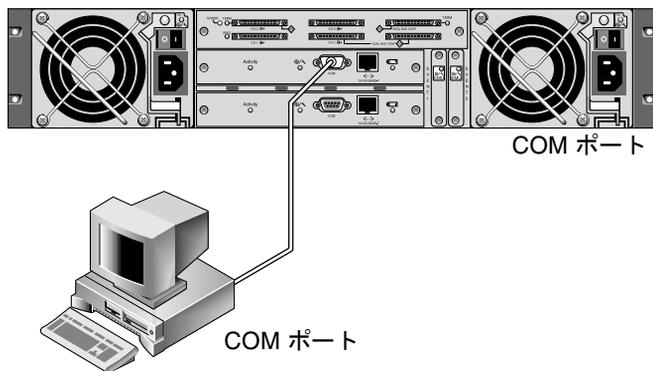

図 F-1 ワークステーションのシリアルポートにローカル接続された RAID アレイ COM ポート
1. RAID アレイ COM ポートを Solaris ワークステーションのシリアル ポートに接続します（図 F-1 を参照）。